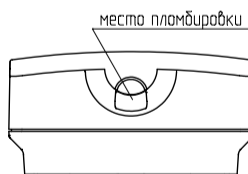

Рисунок 5
6.13 Произвести возврат кнопки в исходное положение. Закрыть защитную крышку. Конструкция извещателя предусматривает возможность его пломбирования (см. рисунок 5) любым пластичным, легко разрушаемым, материалом.